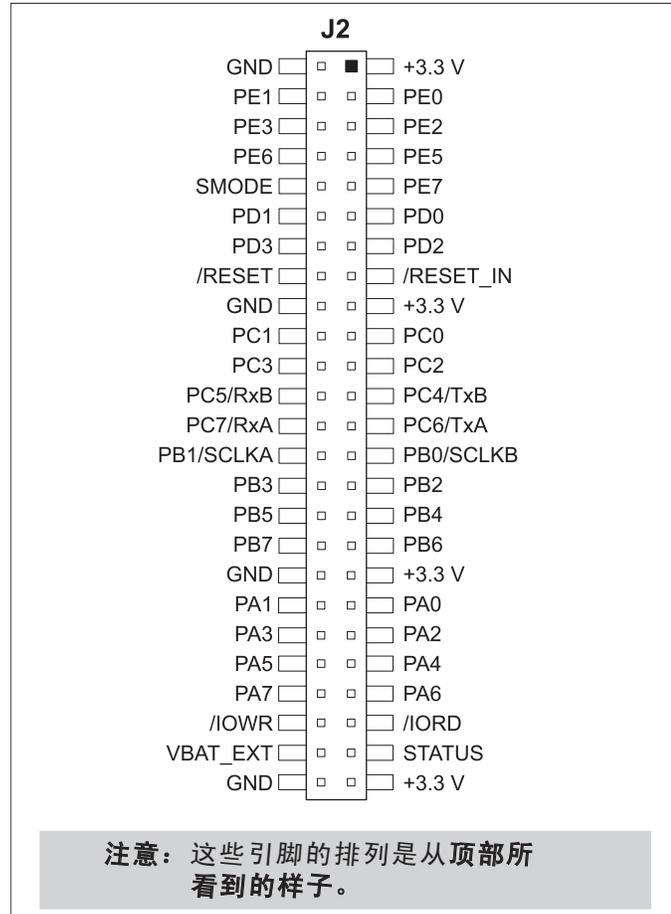

图 D-4. MiniCore 电路板引脚外形图
- **模块扩展接线座**— RCM5600W 模块完整的引脚组复制在接线座 J2 的下方。开发者能够把导线直接焊接入适当的孔内，或者，对于更为灵活的开发而言，可以将 2 × 25 的接线座连接条以 0.1" 间距焊接就位。见图 D-4 的接线座引脚外形图。
数字输入 / 输出板向用户提供了便于连接到接线座插槽 J2 下方标记点的 RCM5600W 连接点。接线座插槽 J2 的引脚外形图如图 D-4 所示。